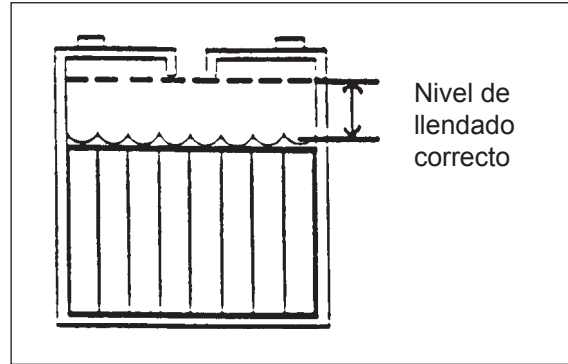

Figura 11
1. Mantenga un nivel de ácido correcto. El nivel de llenado adecuado se sitúa a aproximadamente 6 mm de distancia de la parte inferior del tapón de cada célula y encima de la parte superior de las placas. Compruebe el nivel del ácido cada vez que carga las baterías. Véase figura 11.